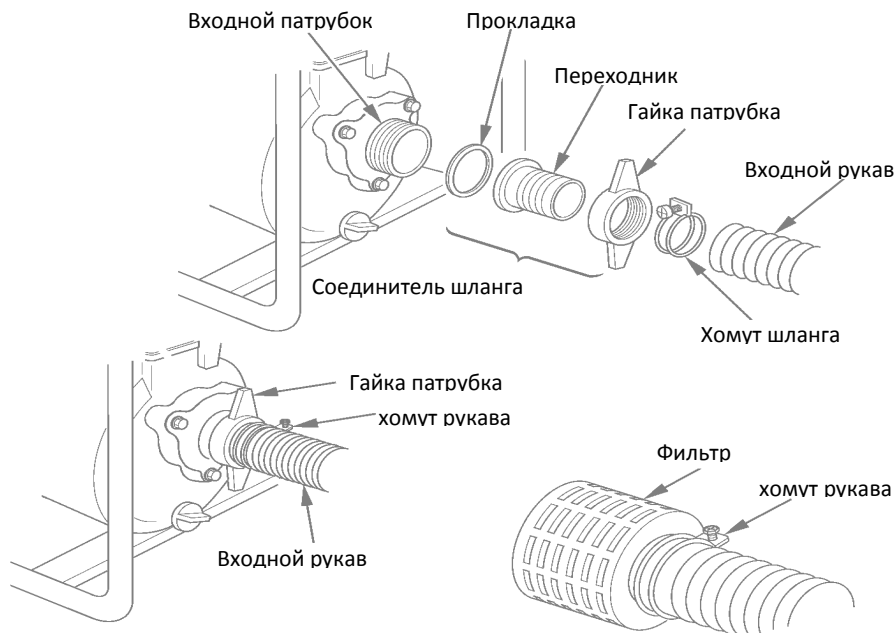

Рис.10
3. Смонтировать детали всасывающего и подающего тракта, для этого используйте имеющиеся в продаже рукава, и штатные соединители и хомуты. Необходимо использовать несминаемые(гофрированные) рукава, исключаящие «переламывание». Последовательность соединения показана на Рис.10